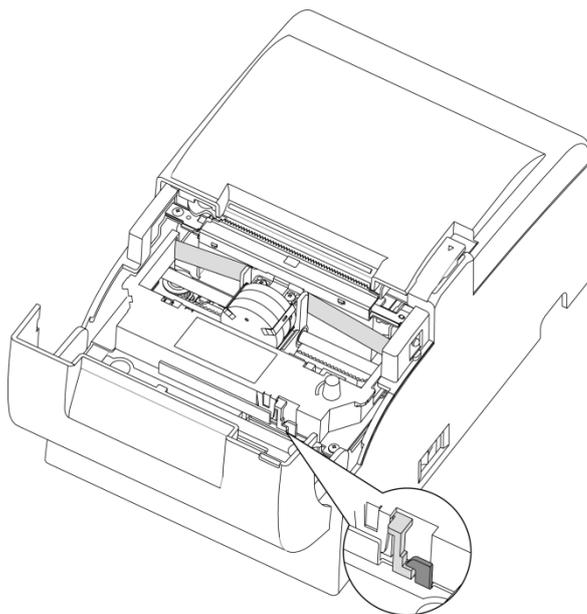

图4
- 5) 轻轻向下按压色带直到听到“咔嚓”声，确保色带安装到位。再次旋转色带旋钮使色带张紧，安装好的色带如图4所示。最后合上打印机前盖，色带就安装完成了。